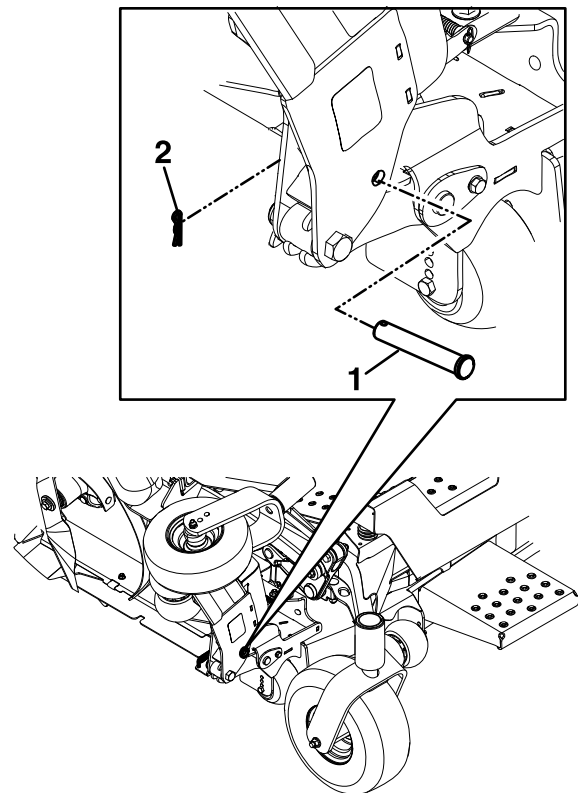

Figura 23
5. Retire el pasador y la chaveta del lugar de almacenamiento y fije cada carcasa lateral en posición vertical (Figura 23).